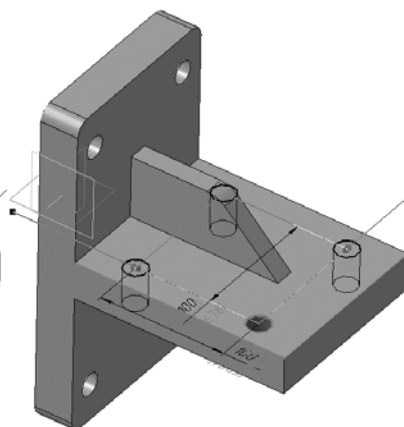

Рис. 82. Фантом массива
7.12 Включите кнопку **Обратное направление** . Фантом массива перестроится (рис. 82).